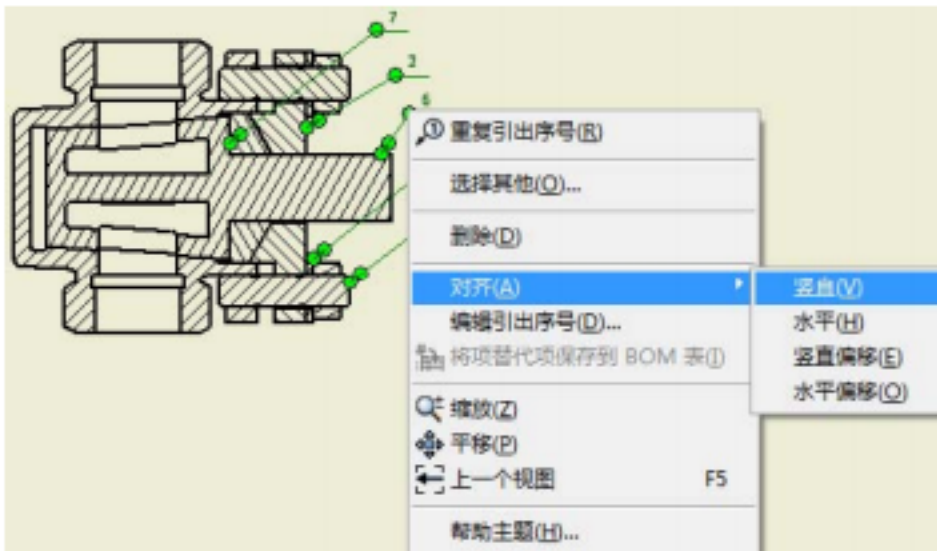

图5-63 对齐序号
- 4) 对齐序号的排列。选择在同一方向需要对齐的若干序号，单击鼠标右键，在右键快捷菜单中选择“对齐”，再选择“竖直”，如图5-63所示。